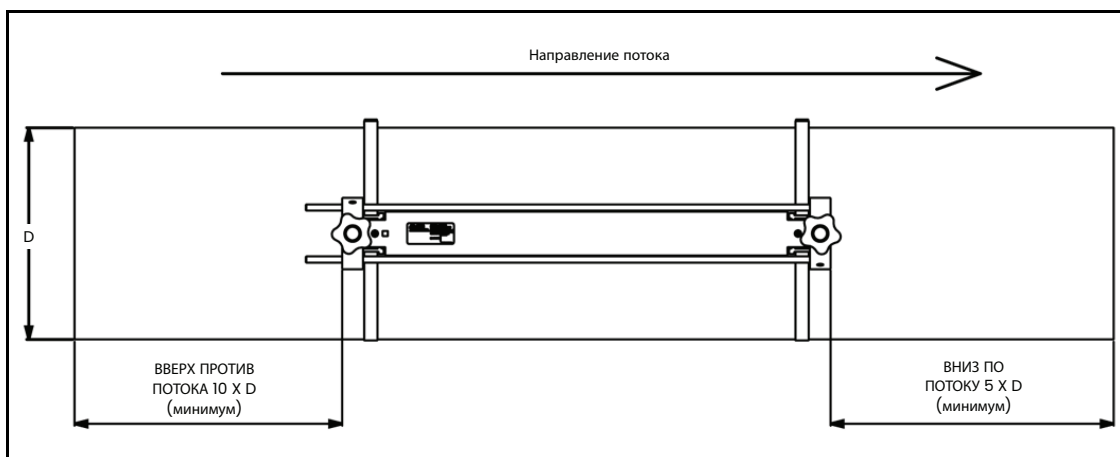

Рис. 7. Расположение накладного крепления/преобразователей
- Расположите накладное приспособление(-я) и систему преобразователей, так чтобы длина прямого невозмущенного потока составила не менее 10 диаметров трубопровода до точки измерения и не менее 5 диаметров трубопровода после точки измерения (см. рисунок 7 ниже). Невозмущенный поток означает отсутствие источников завихрений в рабочей среде, таких как вентили, фланцы, расширения, отводы, перегибы и кавитация.
- a. Выберите местоположение на прямом участке достаточной длины (см. Рис. 7 на стр. 7).